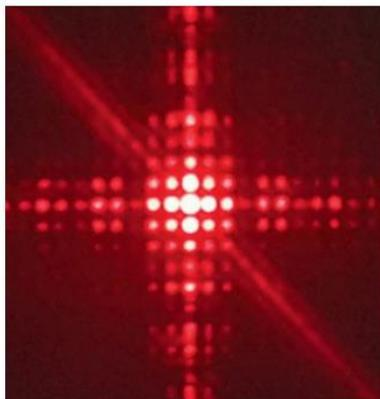
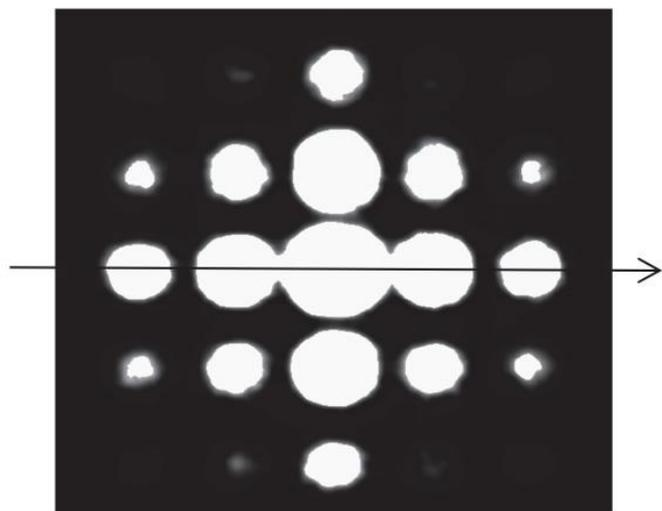

Figure 6. Figure d'interférences obtenue
Figure 7. Tache centrale de la figure d'interférences à l'échelle 1/1
- La figure d'interférences obtenue est donnée sur les figures 6 et 7.
Le centre de la figure d'interférences de la figure 6 est représenté sur la figure 7 ci-dessus à l'échelle 1/1. L'interfrange, noté i , est défini comme la distance entre les centres de deux taches lumineuses successives selon l'axe identifié sur la figure 7.